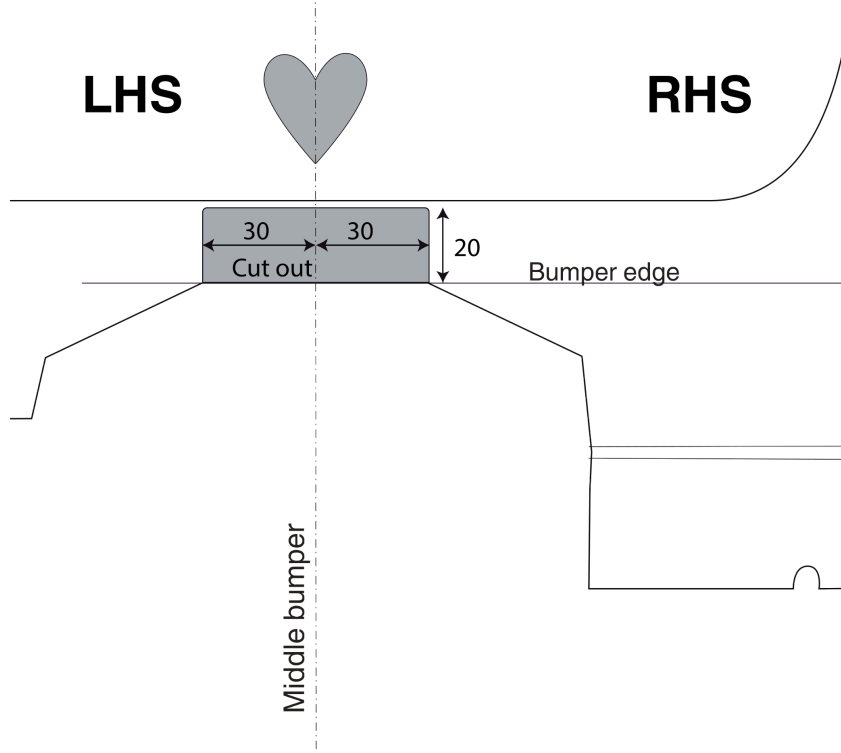

Fig. 2
11. Peugeot/Opel: Выпилить обозначенные части, как указано на рис. 2 & 3.